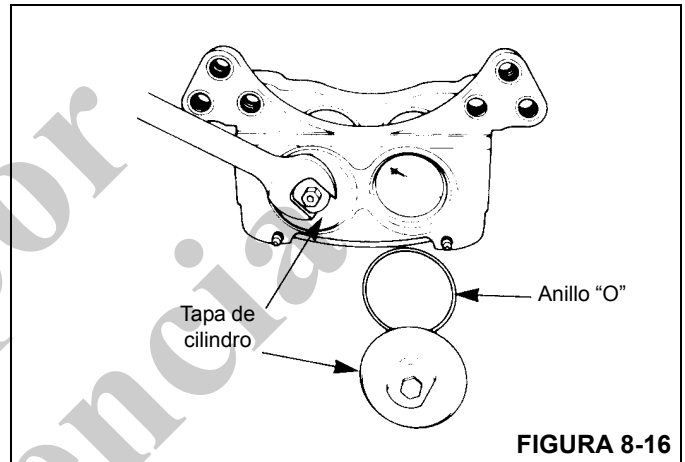

FIGURA 8-16
- 7. Retire las tapas del cilindro de la caja usando una llave de tuercas de boca. Retire y bote los anillos "O" Figura 8-16.